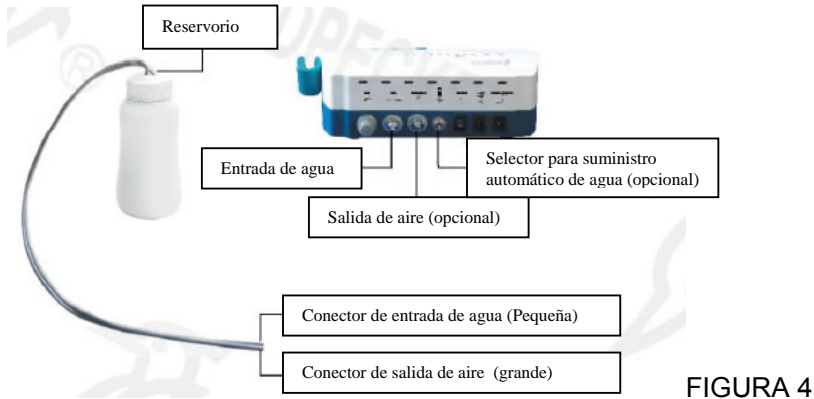

FIGURA 4
d) Croquis para el sistema automatico del sistema de la fuente de agua (opcional) son mostrados en la figura 4.